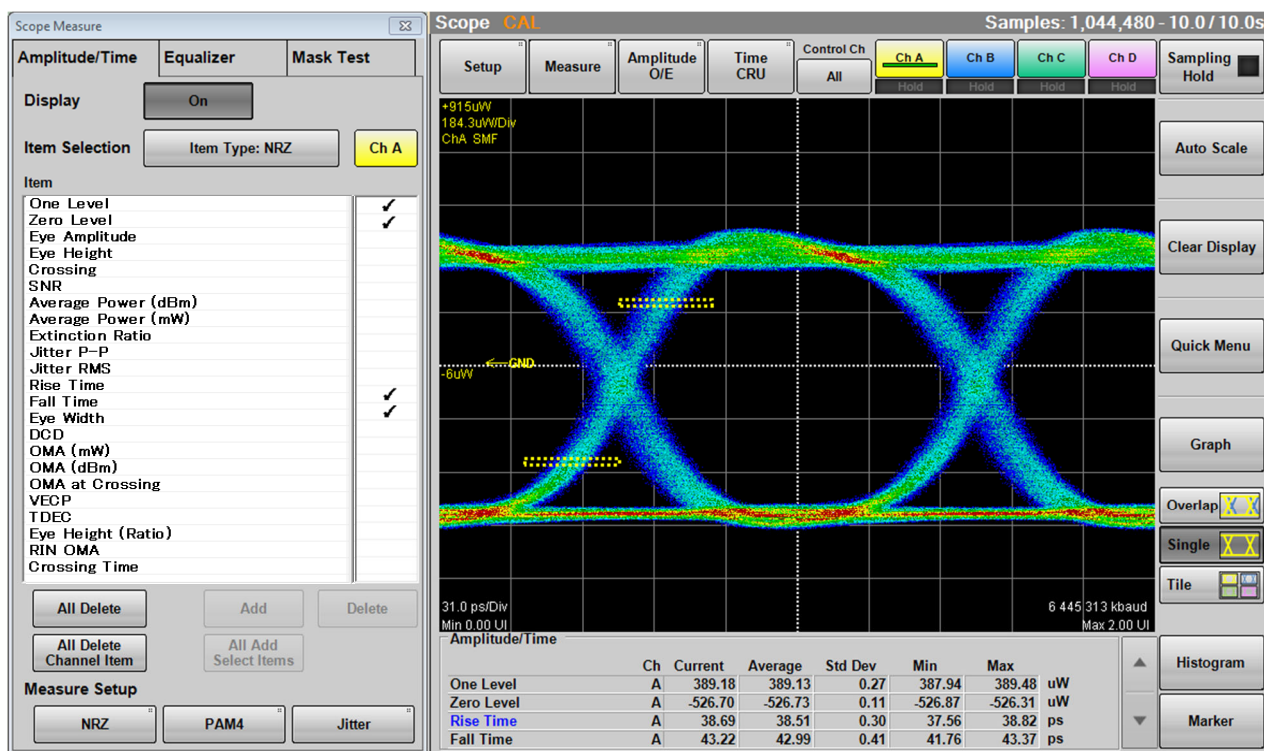

図 6.9.1-2 測定領域の表示例
2. EYE Boundary の Offset from Crossing, Width をクリックして値を設定します。「図 6.9.1.1-2 EYE Boundary の設定項目」を参照してください。